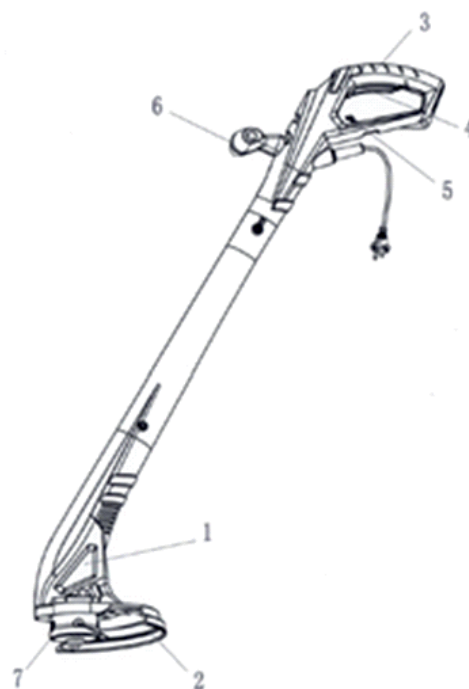

Рис.1
- Нажмите курок выключателя (4) (Рис.1 и 7).